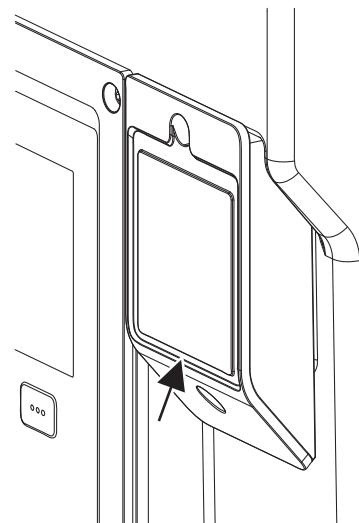

Fig. 27: Poklopac za Wilo-Smart Connect
1. Otpustiti zavrtanje Wilo-Smart Connect poklopca modula (Fig. 27) i otvoriti poklopac.
Zbog konstrukcije, Wilo-Smart Connect Modul BT se može utaknuti samo u jednom smeru. Dodatno fiksiranje samog modula se ne vrši. Poklopac Wilo-Smart Connect modula (Fig. 27) na gornjem delu elektronskog modula čvrsto drži modul u interfejsu.